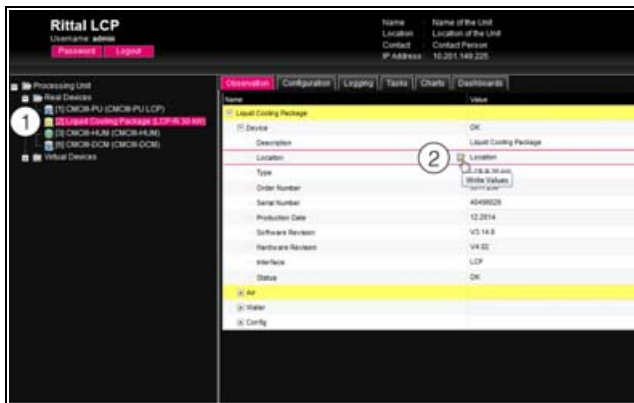

Abb. 98: Auswahl eines einzelnen Parameters
- Klappen Sie nacheinander die Einträge „Liquid Cooling Package“ und „Device“ aus, indem Sie auf das „Plus“-Zeichen vor dem Eintrag klicken (Abb. 98, Pos. 1).
- Setzen Sie den Mauszeiger an das Ende der ersten Spalte in der Zeile „Location“ (Abb. 98, Pos. 2). Es erscheint ein „Edit“-Symbol und der Mauszeiger ändert sich in ein „Hand“-Symbol.